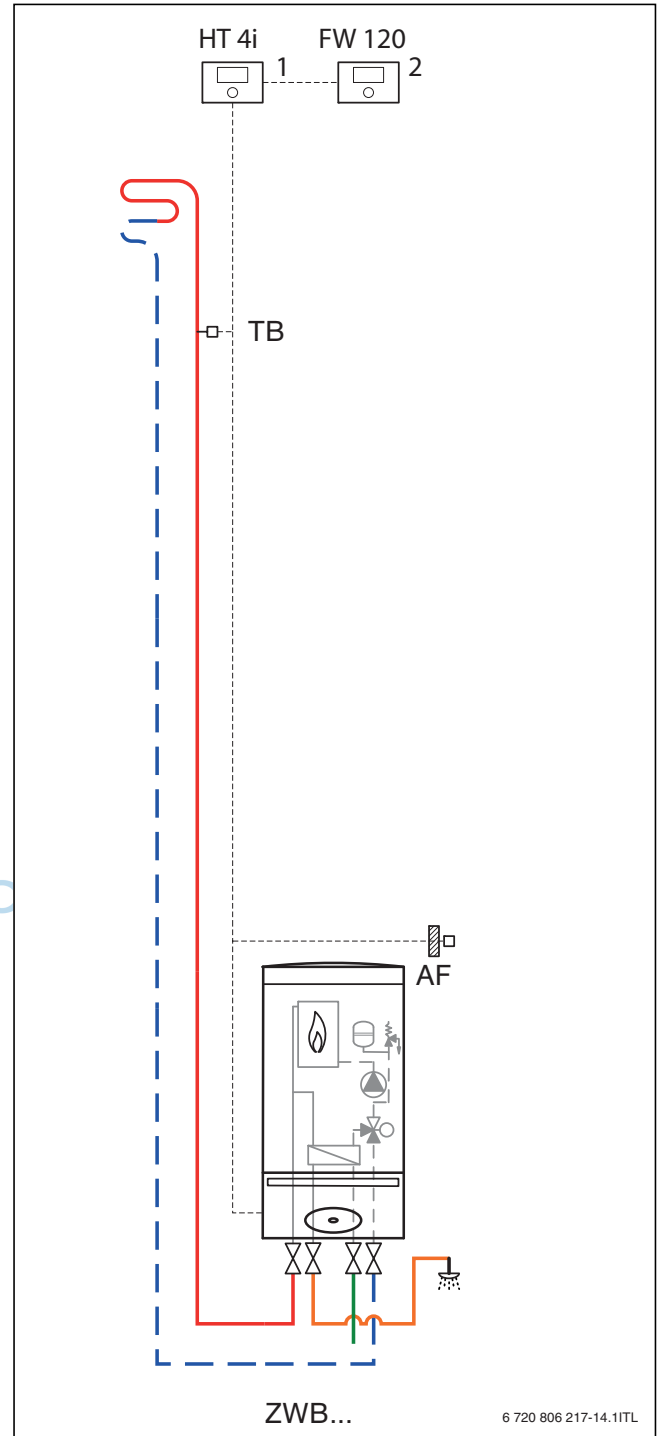

Bild 14 Beispiel mit außertemperaturgeführtem Regler FW 120 und Fußbodenheizung bis 900 l/h
- Einsatz einer hydraulischen Weiche: bei Fußbodenheizungen mit einer Wassermenge unter 900 l/h kann die hydraulische Weiche wie in Bild 14 entfallen (siehe dazu auch Merkblatt für Fußbodenheizungen 7 181 465 172).